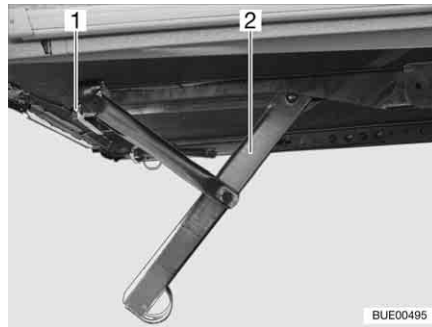
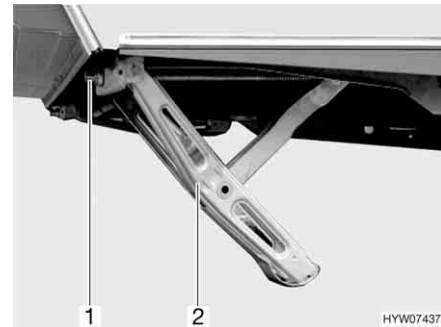

Bild 19 Kurbelstütze heruntergekurbelt (Variante 1)
Bild 20 Kurbelstütze heruntergekurbelt (Variante 2)
- Die serienmäßig beigelegte Handkurbel auf den Sechskant (Bild 19,1 oder Bild 20,1) der Kurbelstütze (Bild 19,2 oder Bild 20,2) stecken.